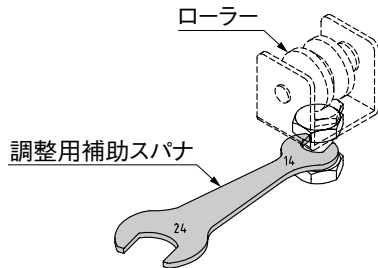

図4-3
- ① 調整用補助スパナの対辺14側を、下ローラーのシャフト部に差し込んでください。（図4-3参照）